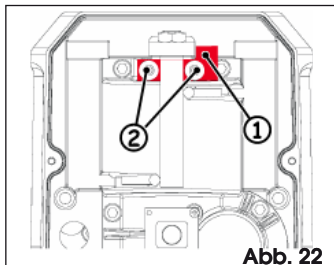

Abb. 22
3. Die soeben abgenommene Scheibe um 180° gedreht zur ursprünglichen Position neu positionieren, Abb. 22 Bez. ①.
4. Alles erneut mit den zwei Schrauben befestigen, Abb. 22 Bez. ②.